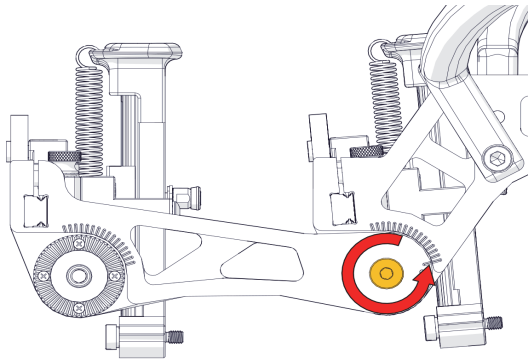

Figura 1-54 Aflojamiento del tornillo de un brazo
1. Afloje los tornillos de los brazos con un des[tornillador] hexagonal de 6 mm (ver Figura 1-54 en la página 65).